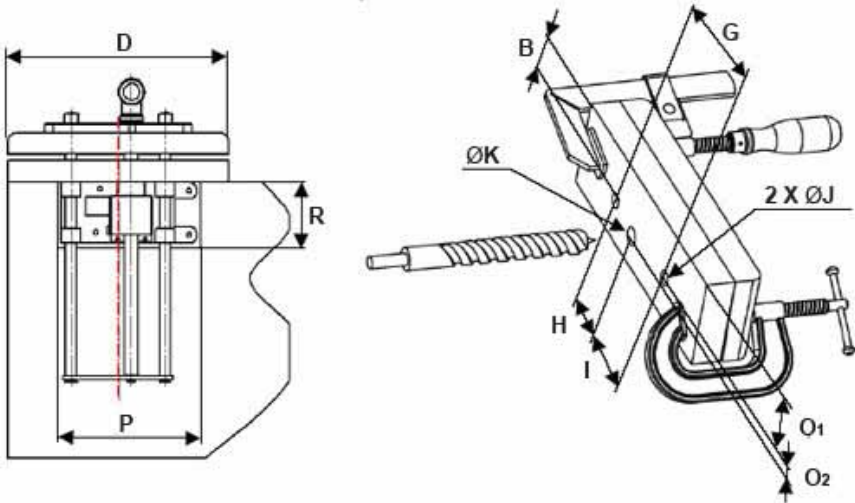

Figure 3
Veillez noter que l'axe de la presse HVQ516 est asymétrique. Il est important d'en tenir compte pendant la prise des mesures et le perçage des trous « Ø J » et « Ø K » des mesures « O1 », « O2 », « G », « H », « I » – voir le **tableau 1**. Déterminez le diamètre des trous pour la vis de serrage (3) et les tiges-guides (6), lesquels seront percés sur les mâchoires supplémentaires avant et arrière, ainsi que sur la ceinture de l'établi, le cas échéant. Pour vous faciliter la tâche, percez les mâchoires avant et arrière d'un seul coup en les serrant à l'aide d'un serre-joint en C - voir **figure 3**.
Taillez la cale selon les mesures **E**, **P** et **R** – voir la **figure 3** et le **tableau 2**.